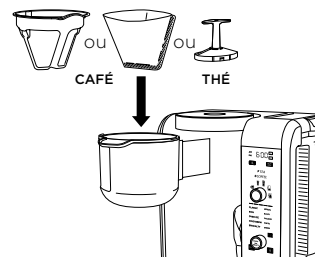

Fig. 11
- 2 Placez le filtre à café permanent ou un filtre en papier conique n° 4 dans le porte-filtre à café amovible. Si vous utilisez un filtre en papier, assurez-vous d'abord que le filtre permanent est retiré du porte-filtre. Puis, pliez le filtre papier le long des coutures, ouvrez-le complètement et enfoncez-le fermement dans le panier à infusion en vous assurant qu'il est bien en place (fig. 11).
- 2 Placez le filtre à thé permanent dans le porte-filtre à THÉ (fig. 11). Lorsque vous utilisez des sachets de thé, vous pouvez retirer le filtre à thé permanent si vous avez besoin de plus d'espace dans le panier à infusion.